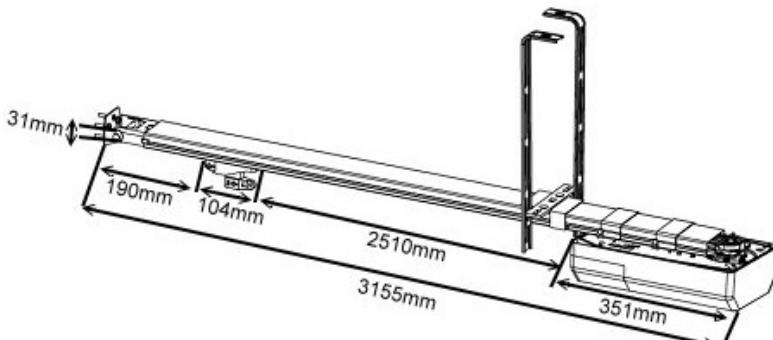

Fig 24
4. Mesures de rail et de moteur (Fig.24).